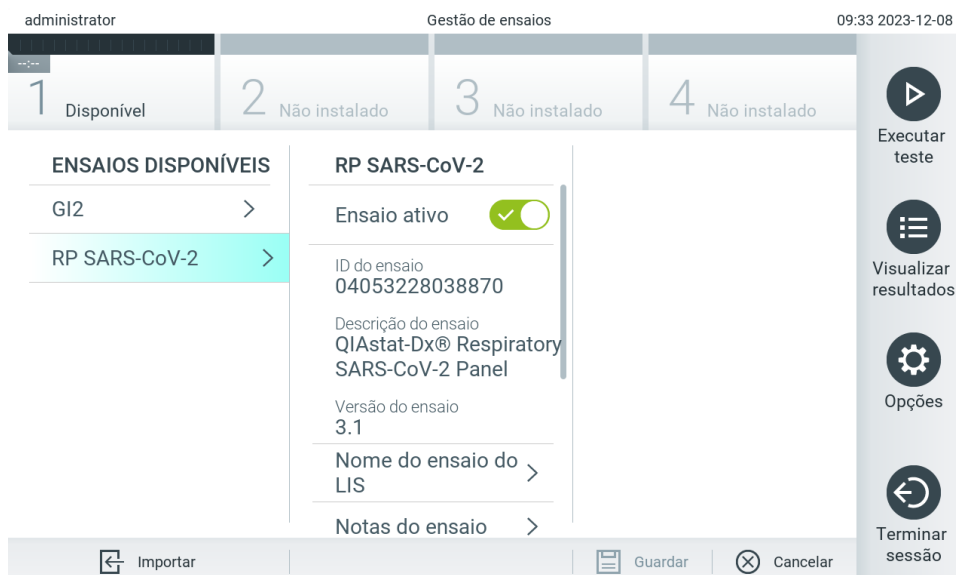

Figura 57. Gestão de ensaios disponíveis.
1. Prima o botão Options (Opções) e, em seguida, o botão Assay Management (Gestão de ensaios) para aceder ao ecrã Assay Management (Gestão de ensaios). Os ensaios disponíveis são listados na primeira coluna da área de conteúdo (Figura 57).